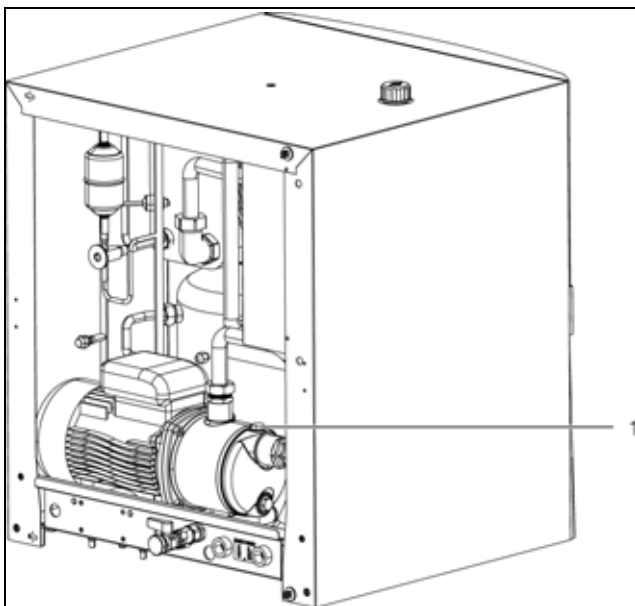
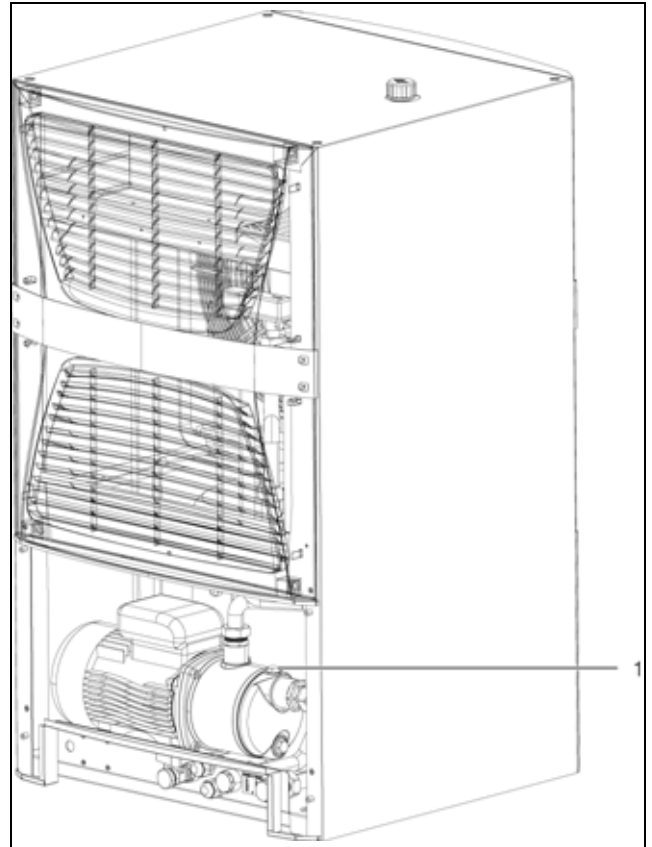

Рис. 53: Удаление воздуха из насоса (только 3320.600 и 3334.600)
Рис. 54: Удаление воздуха из насоса (только 3334.660)
- Для удаления воздуха из насоса слегка отверните винт для выпуска воздуха, расположенный на насосе (рис. 53 или рис. 54, поз. 1).